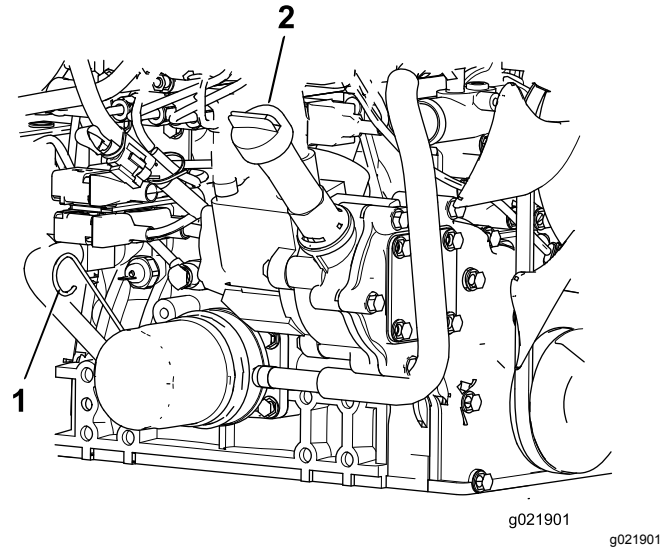

Bild 74
3. Entfernen Sie den Peilstab, wischen ihn ab und führen ihn wieder in das Rohr ein; ziehen Sie ihn dann wieder heraus. Der Ölstand sollte zwischen der NACHFÜLL- und VOLL-Markierung sein (Bild 74).
4. Wenn der Ölstand niedrig ist, entfernen Sie den Einfülldeckel und füllen Sie Öl ein, bis der Stand zwischen der VOLL- und NACHFÜLL-Markierung liegt (Bild 74).